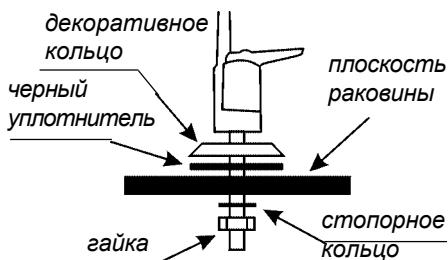
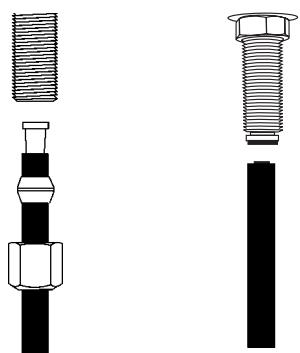

Рис. 6.
Рис. 7.
Монтаж и порядок сборки питьевого крана производите согласно рис.6. В комплекте с питьевым краном, для герметизации соединения с трубкой, может поставляться блок уплотнения, либо питьевой кран может иметь в своем составе быстроразъемный коннектор. На рис. 7а и 7б приведены способы подключения синей трубы к питьевому крану.
2.5. Подсоедините красную трубку от фильтра к шаровому клапану, аналогично рис. 7.